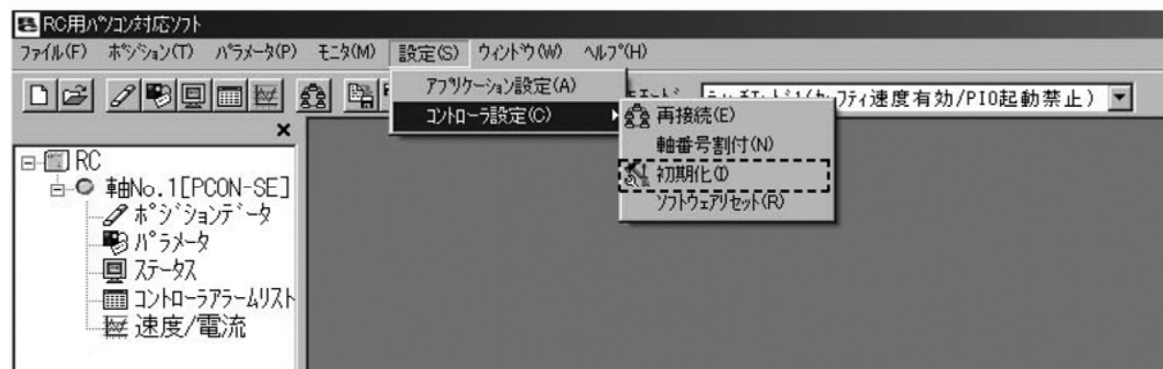

図 18.3 メニューバー (パラメータ初期化(工場出荷値))
- (2) 表示されたパスワード入力画面にパスワード(5119)を入力すると、メモリ初期化メニューに「パラメータ(工場出荷値)」メニューが表示されます(図 18.3)。